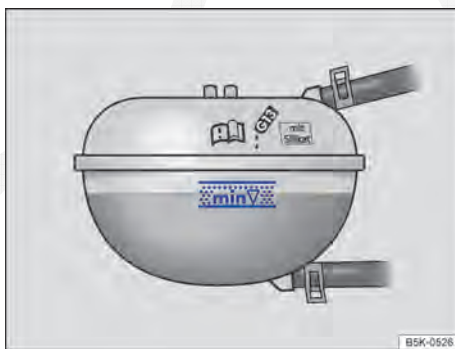

Fig. 178 No compartimento do motor: marcas no reservatório de expansão do líquido de arrefecimento do motor.
- Com o motor frio, verificar o nível do líquido de arrefecimento do motor pela marca lateral do reservatório de expansão do líquido de arrefecimento do motor ⇒ Fig. 178. O nível do líquido de arrefecimento do motor deve estar entre as marcas.
- O nível do líquido de arrefecimento do motor deve permanecer dentro da marca do reservatório de expansão do líquido de arrefecimento ⇒ Fig. 178. **Não reabastecer até acima do canto superior da faixa marcada** ⇒ .
- Abastecer com líquido de arrefecimento do motor somente até o canto superior da faixa marcada ⇒ Fig. 178. Caso contrário, ao aquecer-se, o líquido de arrefecimento excedente será jogado para fora do sistema de arrefecimento do motor e poderá ocasionar danos.